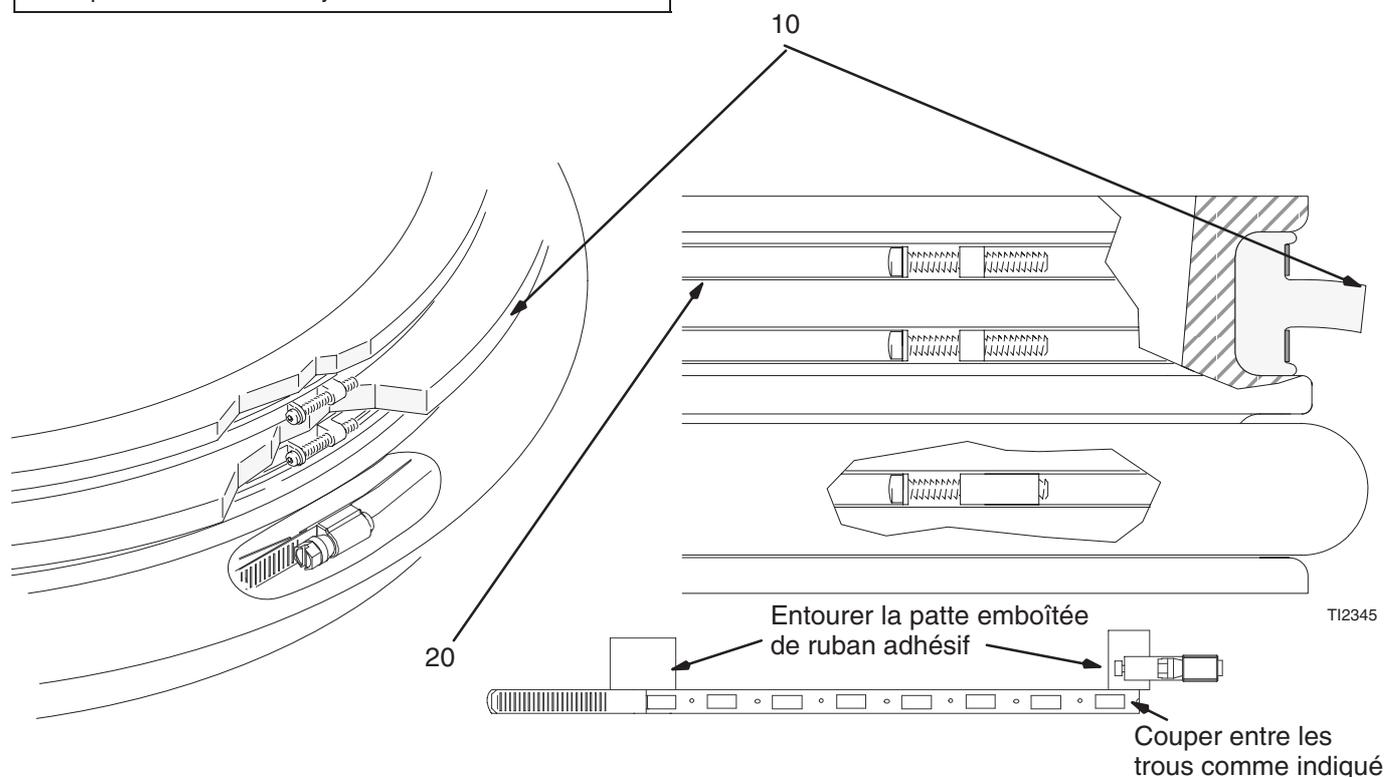

Fig. 2
1. Faire passer le racleur supérieur par dessus l'ensemble du plateau. Faire descendre le premier racleur (10) en le roulant vers la gorge du joint supérieur comme sur la Fig. 2.
2. Faire passer le premier feuilard supérieur (20) par dessus le joint racleur et le mettre dans la gorge supérieure.
6. Monter et couper le feuilard comme indiqué à la Fig. 2.